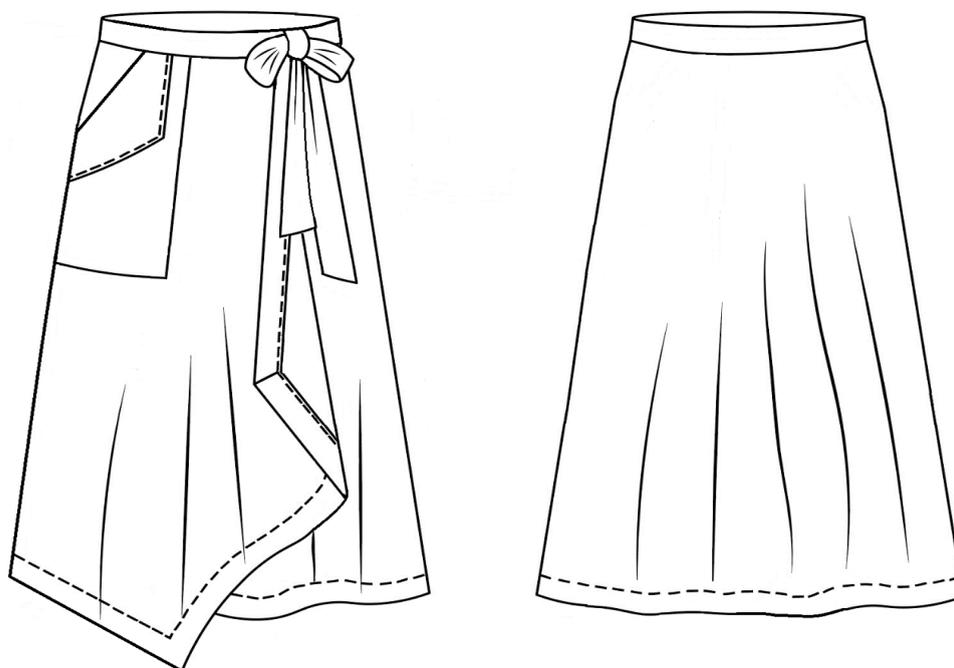

Рисунок 2 – Технический рисунок женской юбки
**Технологическая последовательность изготовления юбки (рисунок 2)**
(рисунок 2)**